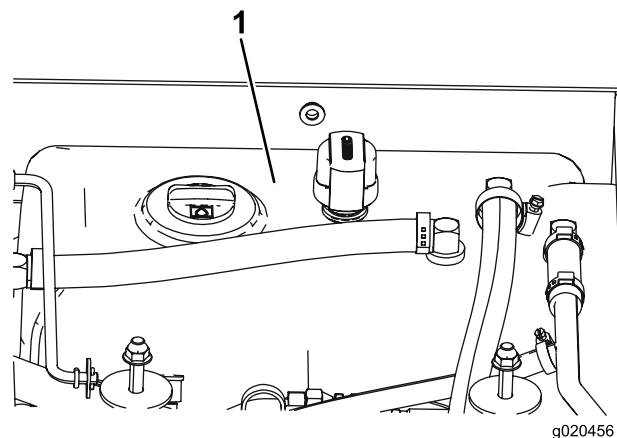

Figura 76
4. Riempite il serbatoio (Figura 76) di fluido idraulico; fate riferimento a Controllo del fluido idraulico \(pagina 59\).